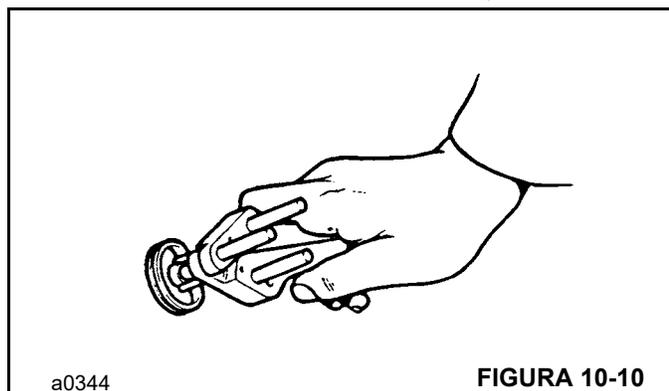

FIGURA 10-10
- b. Cierre la herramienta (Figura 10-10). El sello debe tener una forma de riñón.